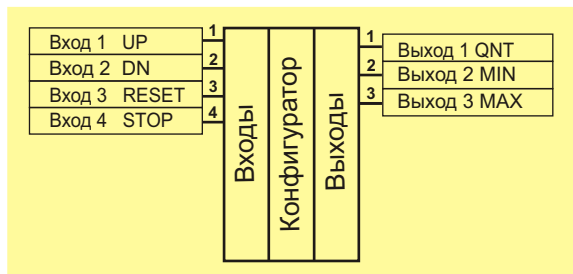

Рис. 131. Блок "Счетчик"
9.5.19 Блок **Счетчик** имеет 4 входа и 3 выхода и является одноэлементным. Схематическое изображение архитектуры блока смотрите на Рис. 131.